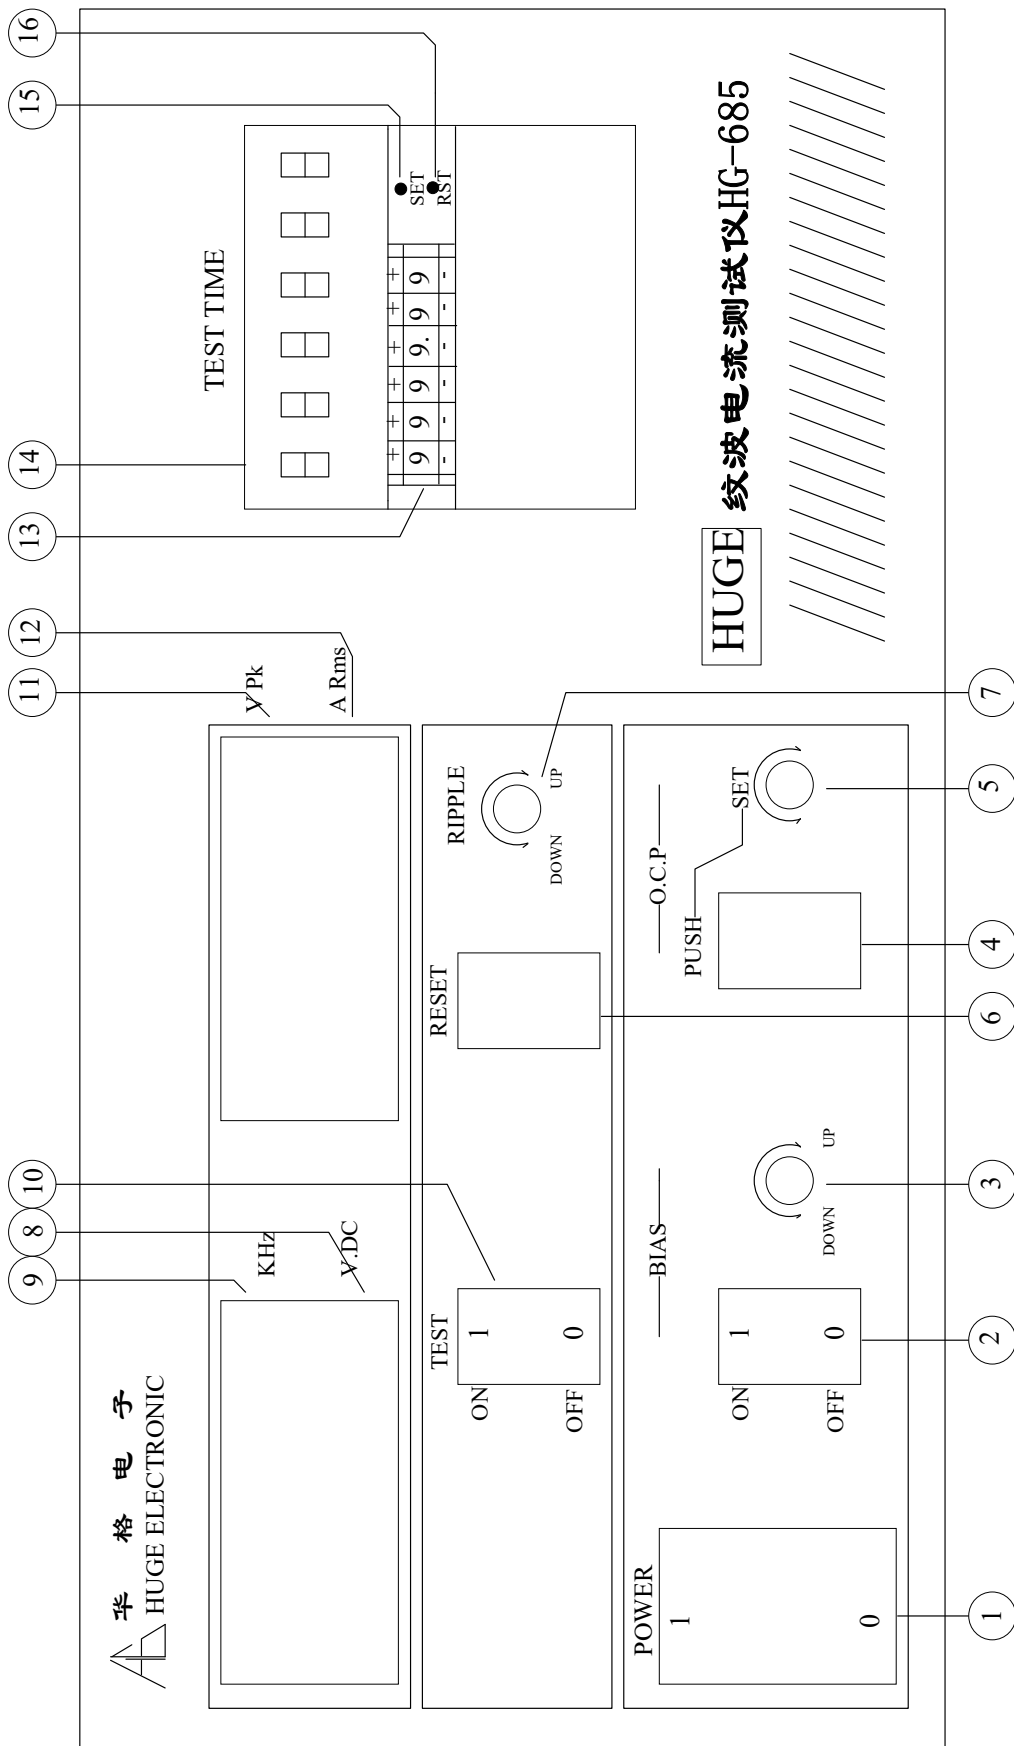
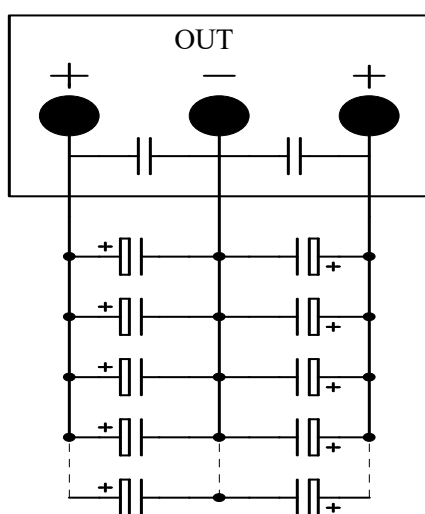
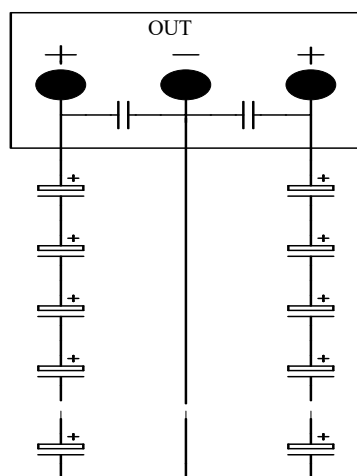

图 1
图 2（并联方式）
图 3（串联方式）
3、1 面板说明 (见图 1)
3、3 面板下半部分图示以及外部负载连接方式（如图 2 和图 3）
- (1) 假如采用图 2 的外部负载连接方式，要求（单个纹波电流测试值×对数）≤10A（有效值）
- (2) 我们推荐不要超过 6 对，最佳方式是 1 对。
- (1) 假如外部负载采用图 3 的串联连接方式，则要求：(单个电容的耐压值×对数) ≤ 500V。
3、4 操作步骤（以下的编号请参考图 1）